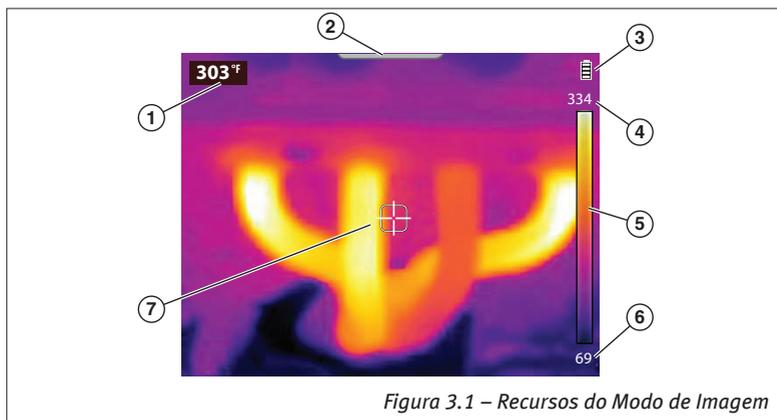

Figura 3.1 – Recursos do Modo de Imagem
2. Pressione e mantenha pressionado o botão Ligar/Desligar até que a tela de introdução seja exibida e então, solte o botão. Quando o botão Ligar/Desligar é pressionado, um som (bip) é reproduzido. Depois que a tela de introdução desaparecer, o Termovisor Automotivo entra no modo de imagem (Figura 3.1). No modo de imagem, é possível fazer medições de temperatura, salvar imagens e verificar a carga da bateria. Para desligar, pressione e mantenha pressionado o botão Ligar/Desligar até que o Termovisor Automotivo seja desligado.
5. Use a mira no centro da tela para localizar e medir a temperatura da região central (média) (Figura 3.1).
Durante o modo de imagem, a imagem é exibida com a paleta de cores selecionada para distinguir as temperaturas dos objetos. Consulte “Paleta de cores” na página 26 para obter informações adicionais. Use o indicador da faixa de cores (Figura 3.1) para determinar a temperatura dos objetos na imagem térmica.